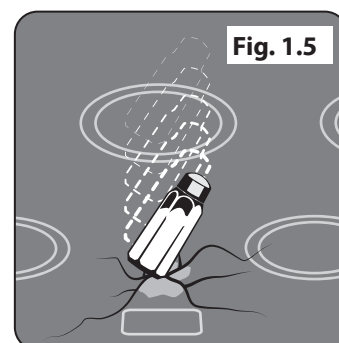

Fig. 1.5
- **NE DÉPOSEZ PAS** d'objets lourds sur la table de cuisson. Même si la surface en vitrocéramique est très résistante, un impact violent ou la chute accidentelle d'un objet sur la surface risque de la fissurer (**Fig. 1.5**).